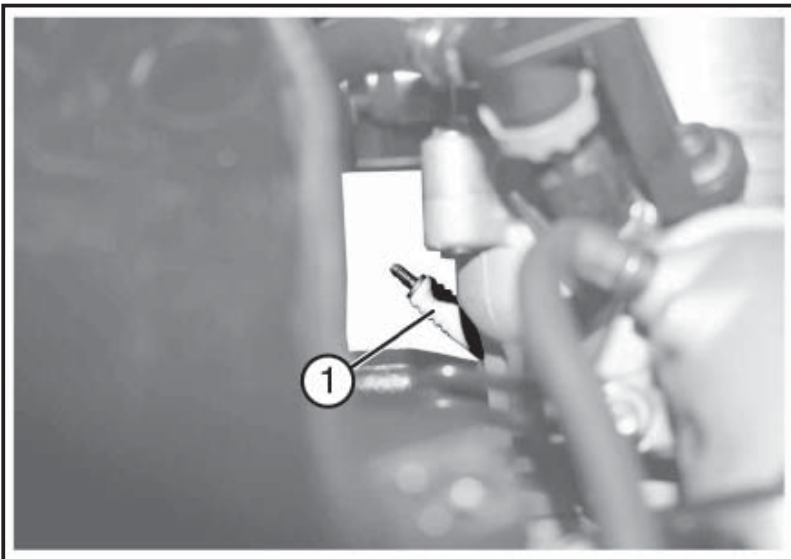

Fig. 01
- Remove the park plug «1 - Fig. 01» using a box spanner,